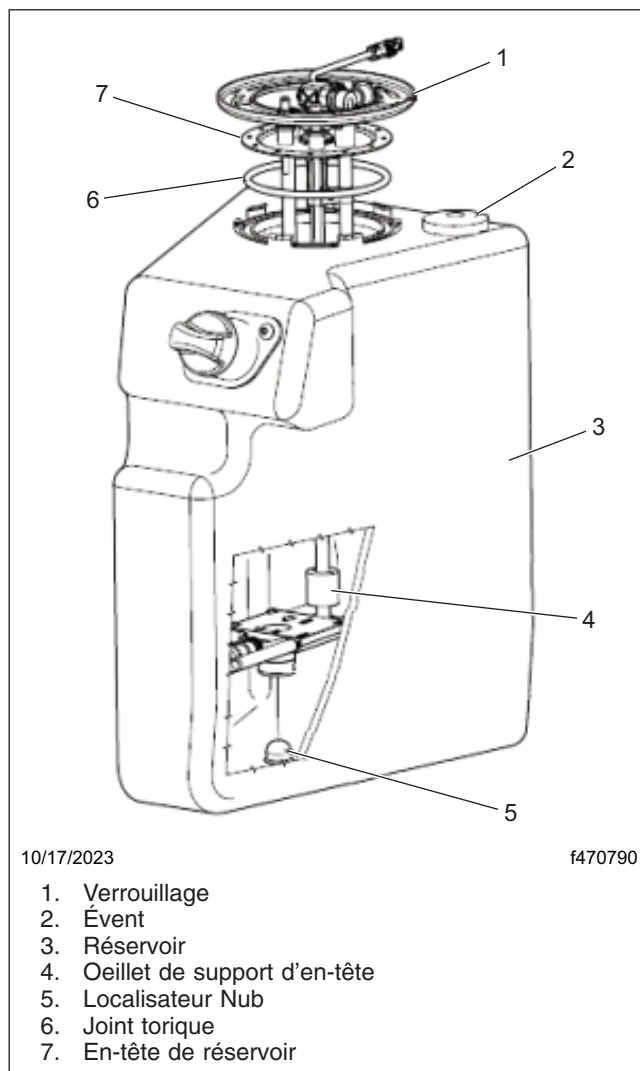

Fig. 5, Montage du réservoir DEF de 10 gallons
15. Faites pivoter le verrouillage de l'en-tête dans le sens contraire des aiguilles d'une montre pour le desserrer, puis retirez le verrouillage. Voir **Fig. 5**.
18. Installez le verrouillage de l'en-tête et faites-le pivoter dans le sens des aiguilles d'une montre pour le fixer au réservoir. Assurez-vous que le joint torique, entre le verrouillage et le réservoir, est dans la rainure moulée et n'est pas pincé lorsque le verrouillage est mis en place. Voir **Fig. 5**.